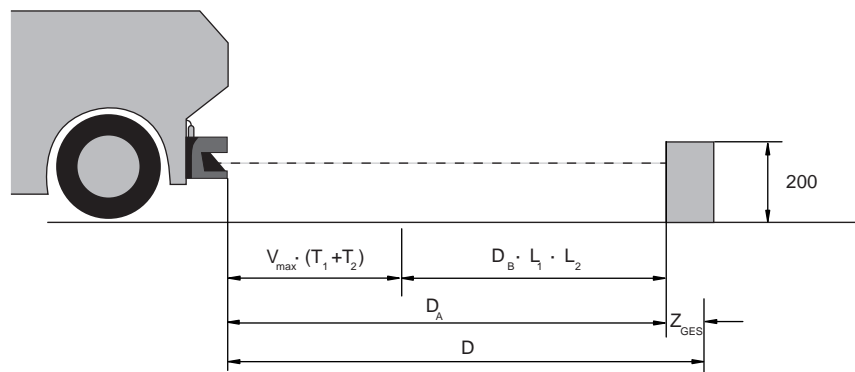

Bild 6.17: Mobile Gefahrbereichssicherung, Berechnung der erforderlichen Mindestdistanz D
- ↪ Stellen Sie die vertikalen Schutzfelder leicht schräg, so dass die unteren Schutzfeldkanten jeweils um den Betrag der Zuschläge  $Z_{SM}$ ,  $Z_F$  und gegebenenfalls  $Z_{REFL}$  über die Fahrzeugbreite hinausragen (siehe Bild 6.17).